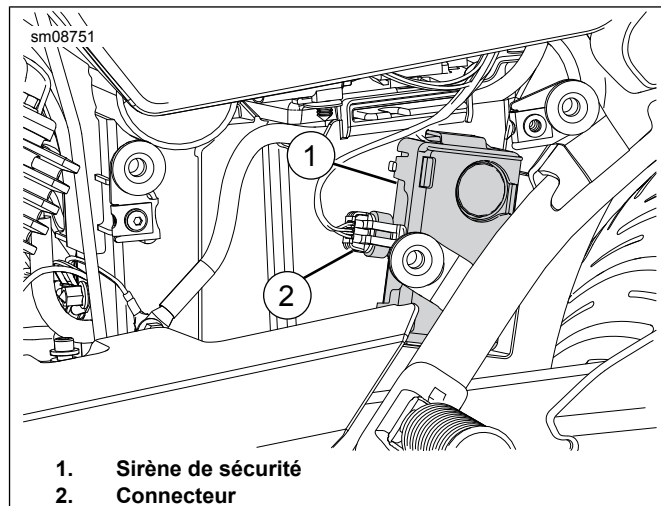

Figure 2. Street
4. Figure 2 Installer la sirène de sécurité (1).
5. Brancher le connecteur (2).